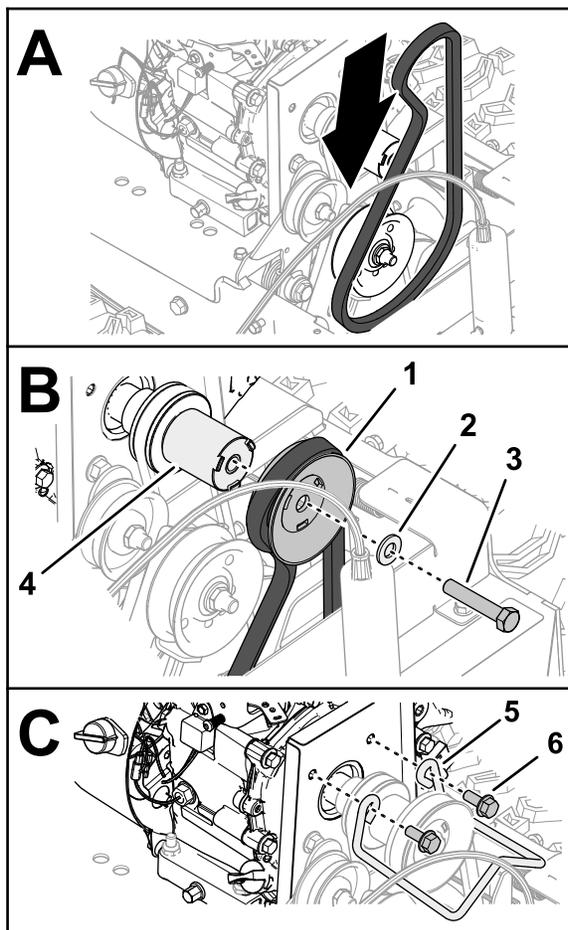

Figura 45
- Monte a correia de 96 cm no entalhe da polia do veio de transmissão (Figura 45).
- Monte a correia no entalhe da polia da transmissão da vassoura (Figura 45).
- Monte a polia da transmissão da vassoura no espaçador da polia (Figura 45).
5. Prenda a polia e espaçador com o veio de transmissão (**Figura 45**) com o parafuso ($\frac{3}{8}$ pol. x 2 pol.).
7. Monte o guia da correia no motor com os dois parafusos flangeados (**Figura 45**).